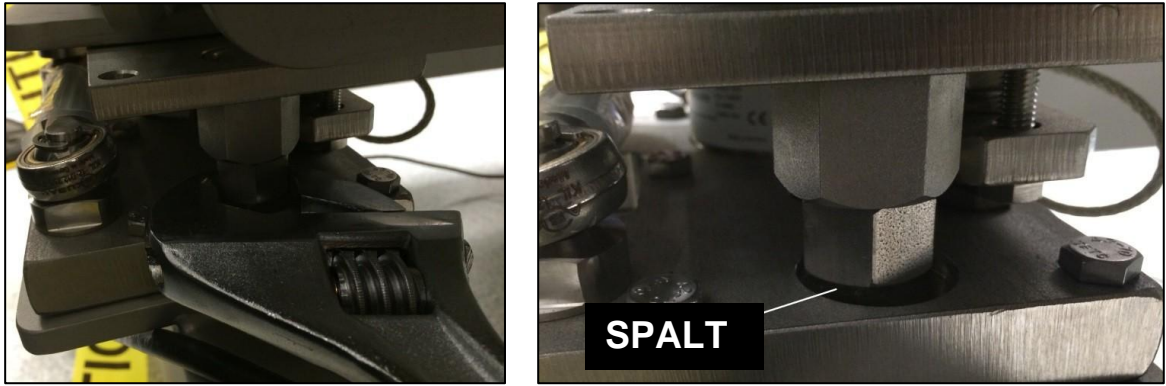
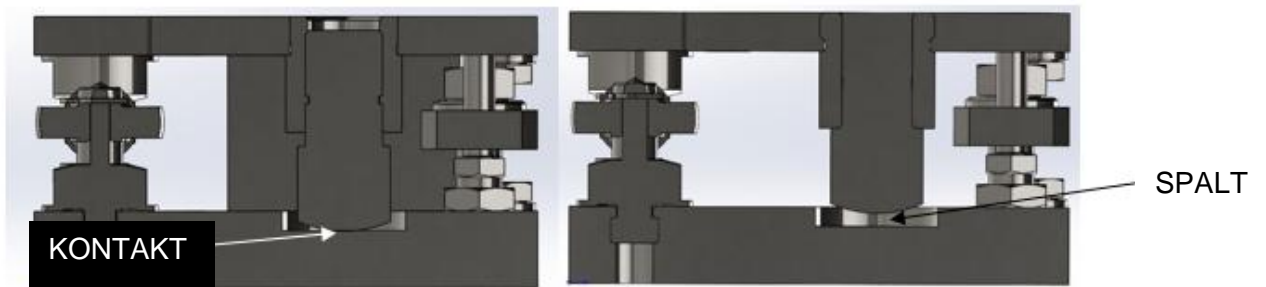

Abbildung 2. Einpassen und Überprüfen der Abdrückschraube
Abbildung 3. Schnittansicht der arretierten Position für den Transport (links) und der geöffneten Position für die Nutzung Gebrauch (rechts)
2. Mit einem Schraubenschlüssel der Größe 13 (\leq 400-Liter-Tanks) oder der Größe 24 (\geq 650-Liter-Tanks) die Abdrückschraube vollständig zurückziehen (Abbildung 2, Bild links). Nach dem Zurückziehen sicherstellen, dass ein sichtbarer Spalt zwischen dem Kopf der Abdrückschraube und der gegenüberliegenden Montageplatte (Abbildung 2 und Abbildung 3, Abbildungen rechts) besteht, und dass die Wägezelle sicher und locker ohne Spiel oder Lockerheit in ihrer Aussparung sitzt.